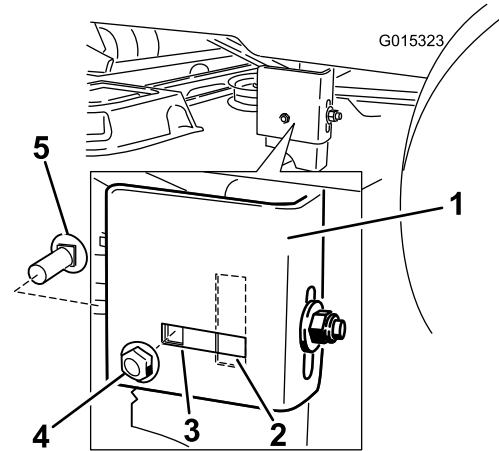

Figura 50
7. Spostatevi sul lato sinistro della macchina. Verificate che il bullone a testa tonda laterale sia in posizione fissa o nella scanalatura (Figura 50).
8. Se il bullone a testa tonda laterale è in posizione fissa, rimuovete sia il bullone a testa tonda laterale che il dado di bloccaggio laterale dalla posizione fissa e installateli nella scanalatura posteriore (Figura 50).